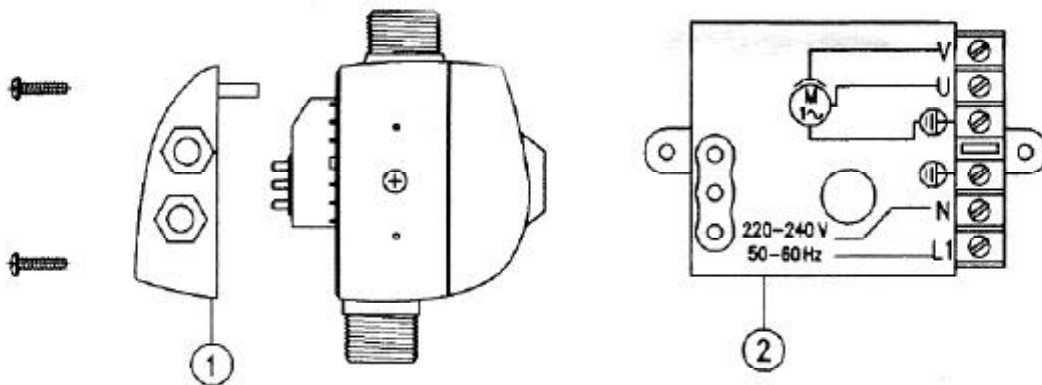

Fig. 3
## BRANCHEMENT ELECTRIQUE (Fig.3)
- C) Raccordement électrique erroné: Vérifier les raccordements selon la fig. 3.